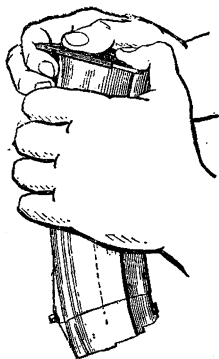

Рис. 14. Отделение крышки магазина
2) Разобрать магазин. Взять магазин в левую руку крышкой вверх (выпуклой частью от себя); правой рукой с помощью выколотки утопить выступ стопорной планки в отверстие на крышке магазина, большим пальцем левой руки сдвинуть крышку несколько вперед (рис. 14), правой рукой снять крышку с корпуса, удерживая при этом стопорную планку